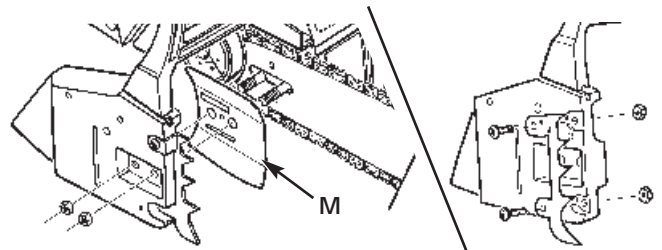

Fig. 27
2. Remueva las 2 tuercas (B) que retienen la barra. Retirar la cubierta (C) del Chain Brake®. Quite plato exterior de barra de guía (M, Fig. 27).
5. Reemplace el plato (I) sean dirigidos lejos de la cadena (Fig. 27).
6. Instale el perno sobre la cubierta del Chain Brake® como se ilustra en la Fig. 27 (Accesorio Opcional).